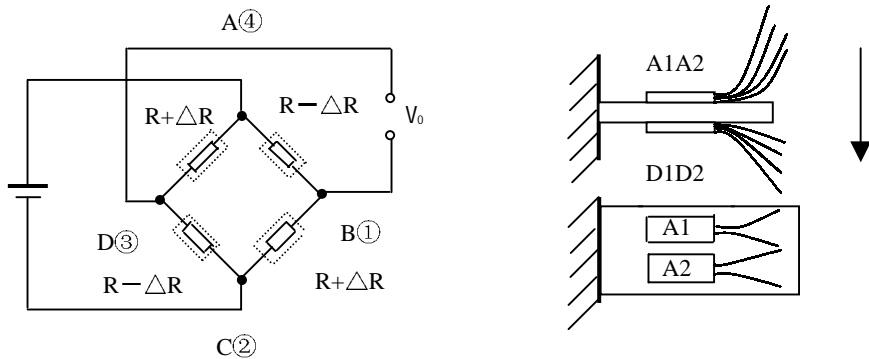

图 4 全桥应变测量
(2) 四只应变片同时用做测量片时组成全桥，测量结果要被 4 除。全桥应变测量如图 4 所示：